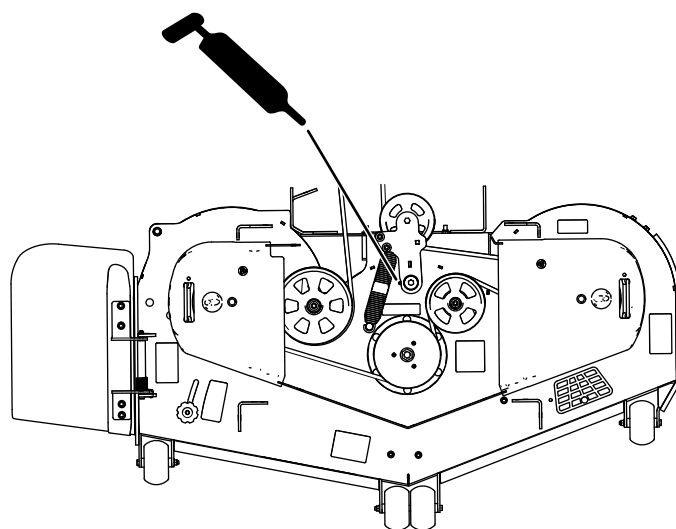
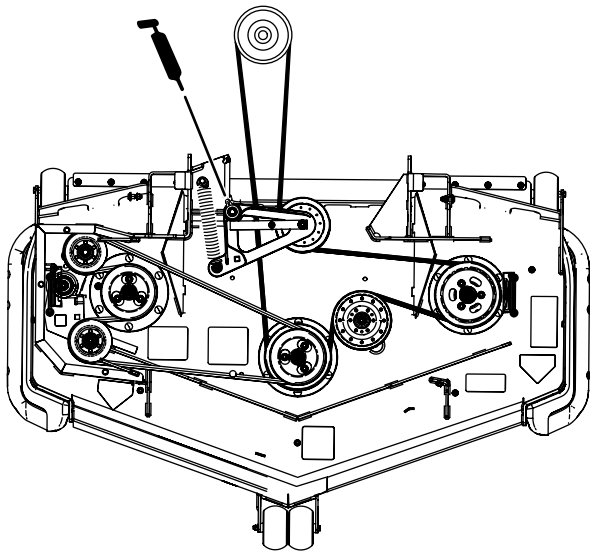

Figure 50
Figure 51
3. Graissez le pivot de la poulie de tension du plateau de coupe jusqu'à ce que la graisse ressorte par le bas (Figure 50 ou Figure 51).